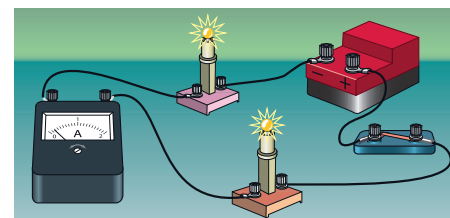

Fig. 2
3. Desenați schema circuitului electric (fig. 2), notați pe ea polaritatea bornelor ampermetrului. Cum, după părerea voastră, se va schimba indicația ampermetrului, dacă unul dintre becuri va arde?